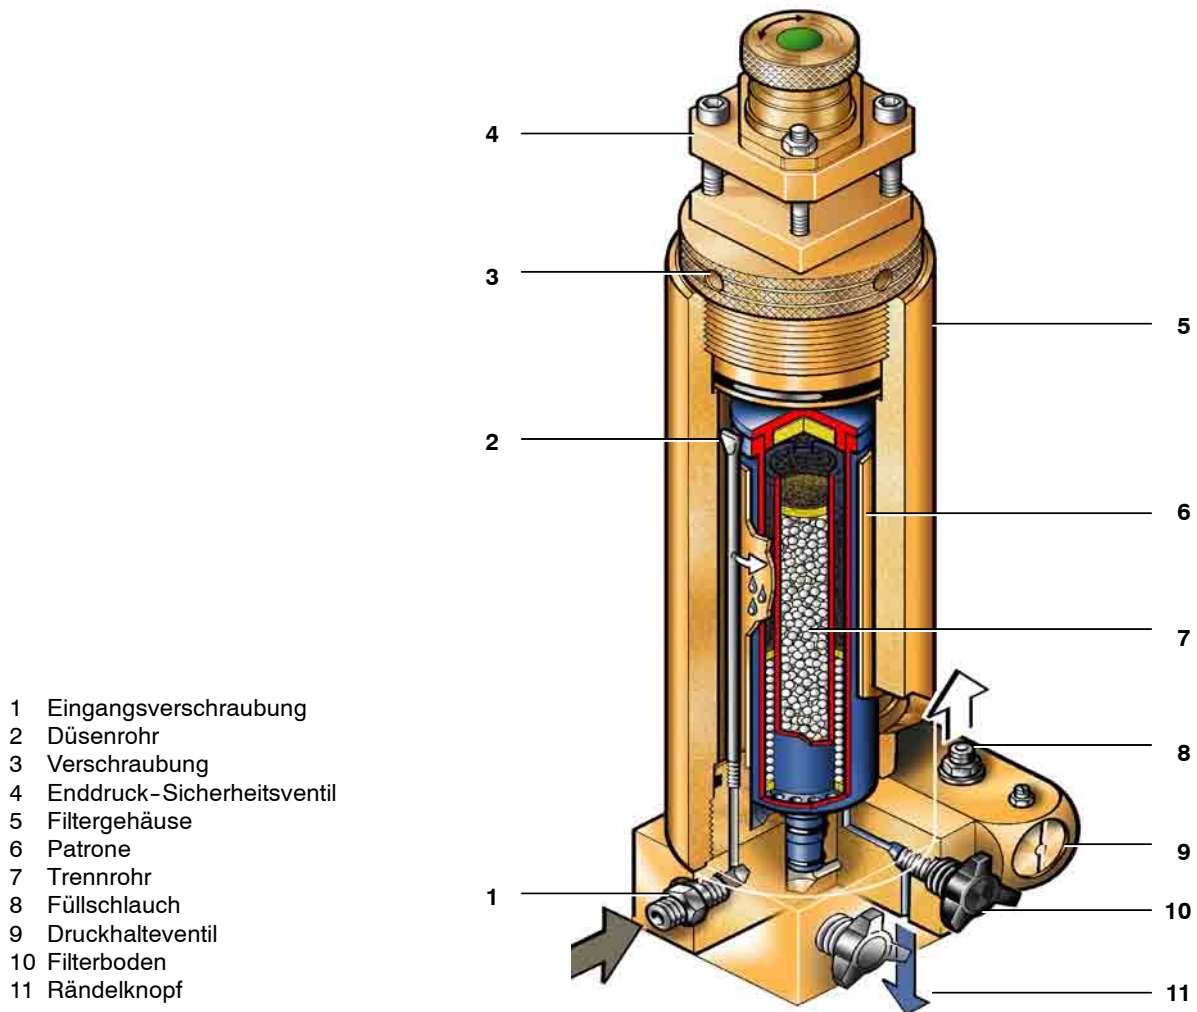

Abb. 26 Filtersystem P21
Das Kondensat aus Abscheider und Patronenkammer ist durch langsames Öffnen der beiden Handkondensatablaßhähne (10, Abb. 26)
- Verschraubung (3, Abb. 26) lösen und herausrauben.
- Verschraubung (3, Abb. 26) wieder aufschrauben.